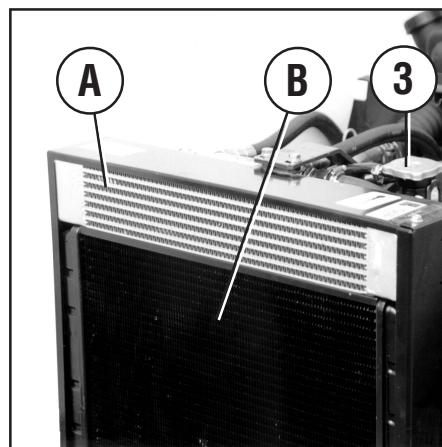

Fig. 12
- Kølerlegeme A (fig. 12), der har til formål at afkøle olien i det hydrostatiske system.
- Kølerlegeme B (fig. 12), der har til formål at afkøle vandet i motorens kølesystem.
Vandet til afkøling af motoren påfyldes gennem studsene (3 fig. 12).